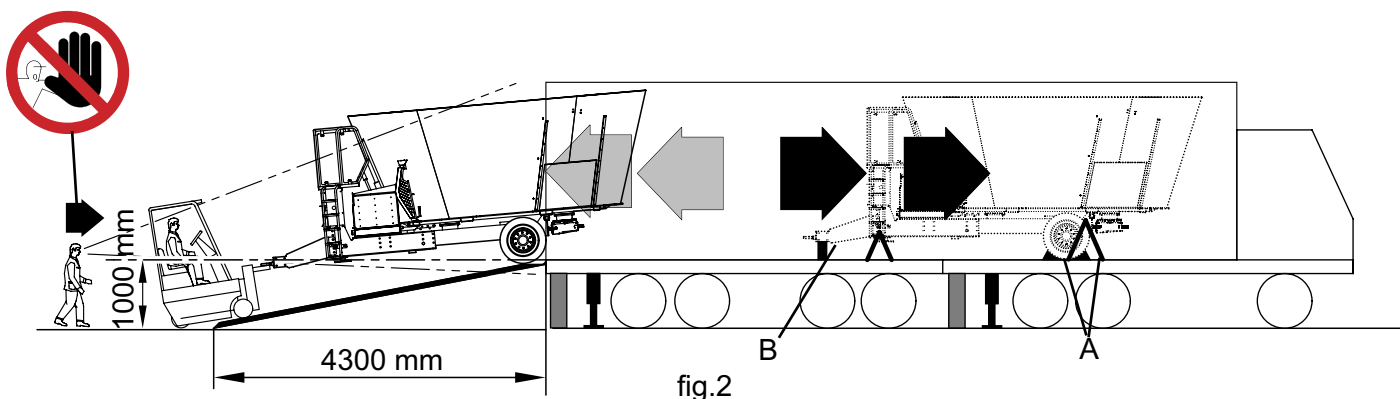

fig.2
Horizontaal laadplatform (fig.2).
Schuin oprijplatform (fig.2).
Positioneer de machine, die bevestigd werd aan een vorkheftruck of tractor, op gelijke hoogte met het platform (deel A), duw de wagen langzaam op het transportmiddel (zwarte pijl fig.2) en blokkeer de wielen door de wielblokken (A), plaats een stopblok (B) onder het stuur en immobiliseer de machine door ze met touwen vast te maken aan de bevestigingspunten, die vooraf bepaald en aangeduid werden met een sticker.
Voorbeeld: hoogte laadplatform 1000 mm, lengte te gebruiken schuin oprijplatform 4300 mm (zie fig.2).
Rijd met de vorkheftruck of tractor op het laadplatform, verwijder de touwen voor bevestiging van de wagen en de wielblokken voor blokkering van de wielen, haak de wagen vast aan de vorkheftruck of tractor en sleep hem zeer langzaam naar beneden (grijze pijl fig.2).